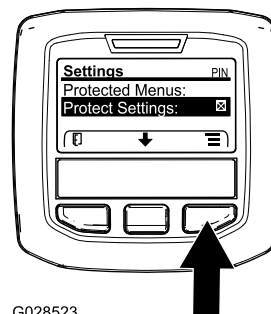

図 42
1. 保護メニューにアクセスし、サブメニューのロックを解除する 図 42 アクセス制限付きメニューへのアクセス \(ページ 24\)を参照。